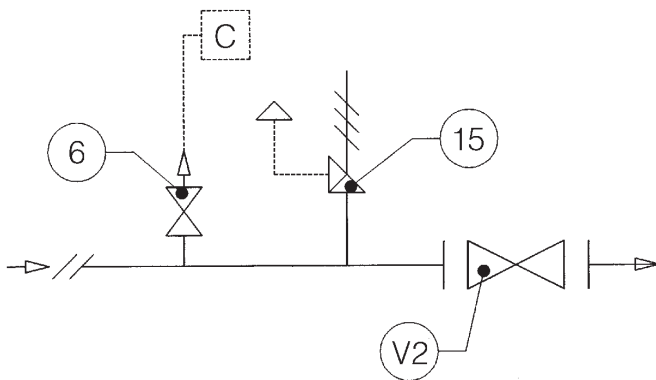

Fig. 11
3.1.1 INSTALLAZIONE DIRETTA SULLA LINEA (FIG. 11)
3.1.1 DIRECT INSTALLATION IN THE LINE (FIG. 11)